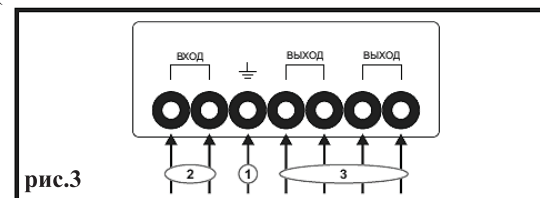

рис.3
6.3 Подключите стабилизатор к сети питания при помощи выходов 2 (см. рис.3).
6.5 Подключите нагрузку к стабилизатору при помощи выходов 3 (рис.3).
**Внимание!** При подключении нагрузки к стабилизатору обратите внимание на заземление, в том случае, если это необходимо заземляйте потребители при помощи выхода 1, отмеченного на рис.3 (см. руководство по эксплуатации подключаемого прибора).